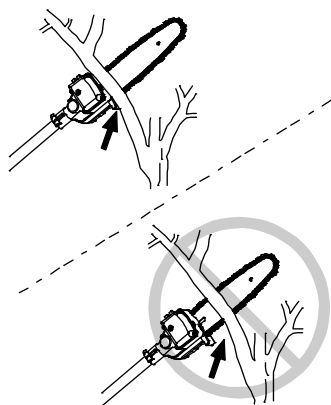

Fig.3-3
- Duw de geleider op de tandwielkast tegen de tak die u wilt afsnijden. Met deze techniek zal de werkende zaagketting niet naar voren slingeren als de tak afgesneden is. Zorg ervoor dat er geen ruimte is tussen de geleider en de tak die wordt afgesneden; duw de zaagketting niet naar voren en naar achteren. (Fig.3-3)